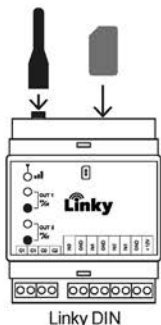

Fig. 7
6. Chiudere il dispositivo posizionando la parte frontale sulla base, facendo coincidere i due dentini negli appositi intagli della base. Ruotare la parte frontale verso la base premendo moderatamente fino allo scattare dei restanti dentini plastici (Fig.7).
1. Avvitare l'antenna fornita nell'apposito connettore, inserire la SIM card opportunamente preparata come descritto nel paragrafo *Preparazione SIM card*, con l'apposito cassetto porta SIM (Fig.7).